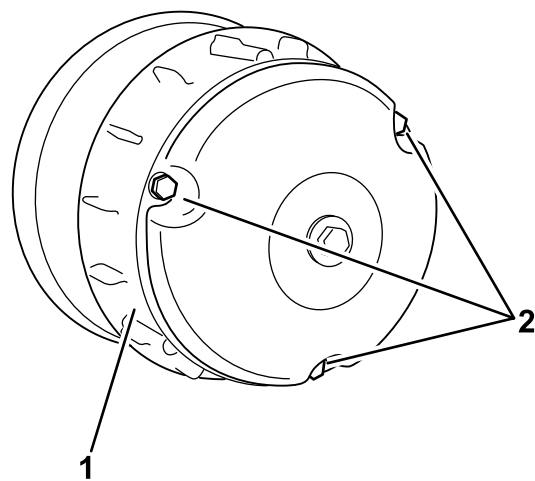

Figure 66
- Posez le couvercle d'embrayage et fixez-le avec les 3 boulons (Figure 66) que vous avez retirés à l'opération 2.
- Retirez les trois boulons qui fixent le couvercle de l'embrayage et déposez le couvercle (Figure 66).